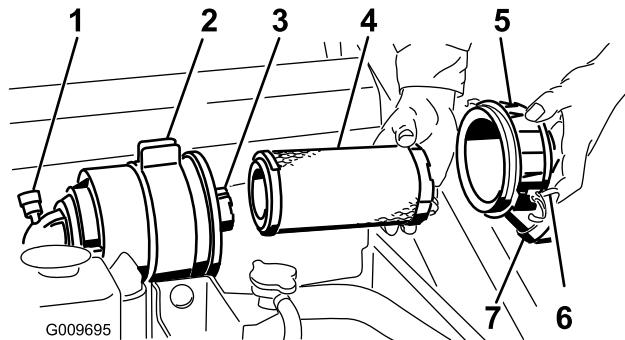

Figura 33
Importante: Revise el filtro del limpiador de aire únicamente cuando el indicador de mantenimiento se ve rojo (Figura 33). El cambiar el filtro antes de que sea necesario sólo aumenta la posibilidad de que entre suciedad en el motor al retirar el filtro.
4. Abra los cierres del limpiador de aire y tire de la tapa del limpiador de aire para separarla de la carcasa del limpiador de aire (Figura 33).
- Extraiga con cuidado el filtro primario del cuerpo del limpiador de aire (Figura 33). Evite golpear el filtro contra el lado de la carcasa.
- Si va a cambiar el filtro de seguridad, deslice cuidadosamente el filtro nuevo en el cuerpo del filtro (Figura 33).
- Deslice cuidadosamente el filtro primario por encima del filtro de seguridad (Figura 33). Asegúrese de que está bien asentado empujando sobre el borde exterior del filtro mientras lo instala.
- Instale la tapa del limpiador de aire con el lado que lleva la palabra UP hacia arriba, y fije los cierres (Figura 33).